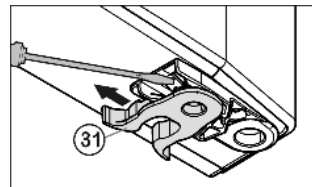

Fig. 7
- Pružinovou svorku Fig. 7 (31) přesadit: Stisknout zárazku pro uchycení, přesto stáhněte pružinovou svorku.